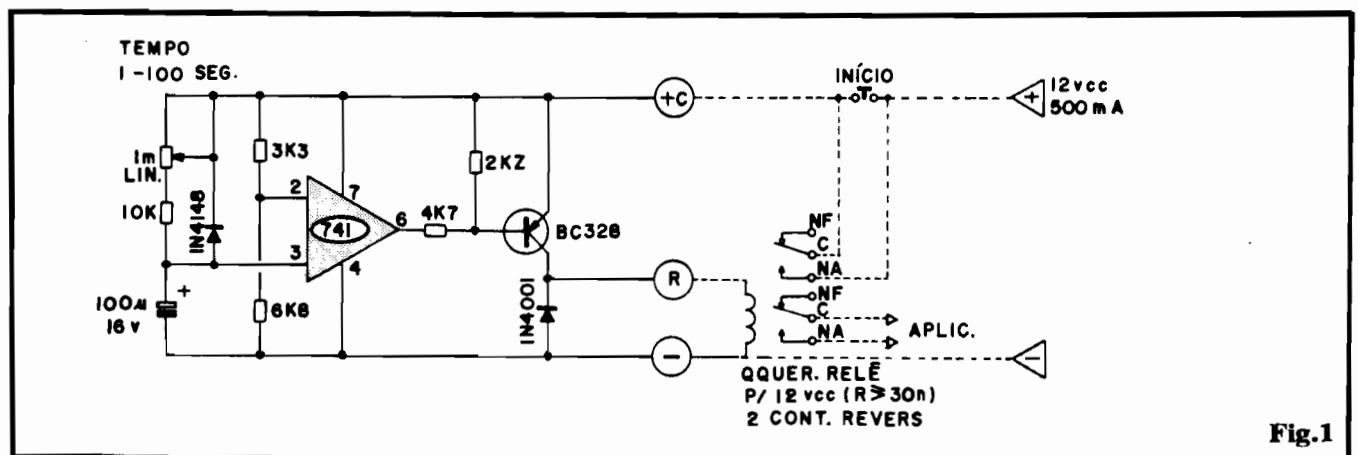
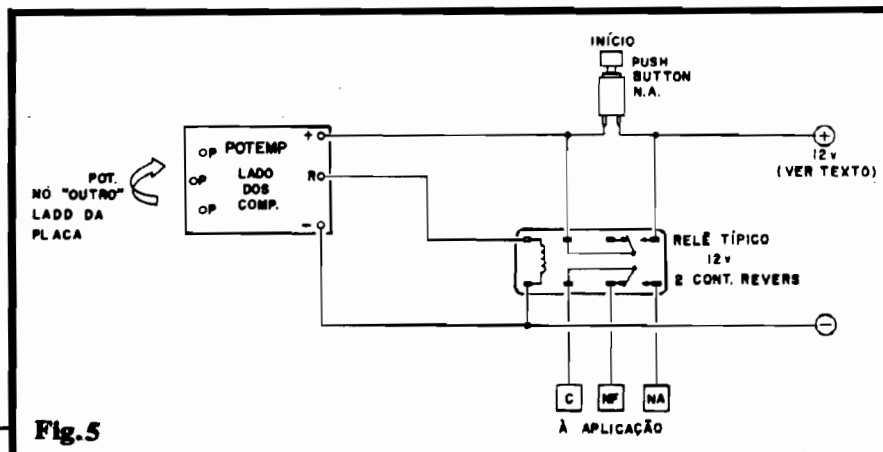

Fig.1
Fig. 5
- FIG. 1 - O CIRCUITO - No ângulo do circuito temos um Amplificador Operacional 741, "mandadíssimo" (barato e confiável...), trabalhando como comparador... Sua Entrada Inversora (pino 2) é mantida sob Tensão fixa, correspondendo a determinado percentual do valor geral da alimentação (12V nominais). Esse nível de referência é comparado pelo 741 com a Tensão aplicada à sua Entrada Não Inversora (pino 3). Esta, por sua vez, depende da carga assumida pelo capacitor eletrolítico (tipo tântalo, para boa estabilidade e precisão...) de 100u... A carga do dito capacitor se dá através do conjunto formado pelo resistor fixo de 10K e potenciômetro de 1M - linear, de modo que, através do ajuste dado ao ei-
- **FIG. 5 - DIAGRAMA DAS CONEXÕES EXTERNAS E INSTALAÇÃO** - Conforme deve ter ficado mais do que claro (revejam figuras anteriores, notadamente o esquema, na fig. 1) o módulo eletrônico do POTEMP apresenta apenas 3 conexões externas, a sa-
ber: (+) para o positivo da alimentação, via **push-button**, (R) para o relê, e (-) para o negativo da alimentação... Todas as outras conexões (em tracejado na fig. 1) correspondem a disposições totalmente externas ao circuito, conforme ilustra, com clareza, a fig. 5. Notem que a bobina do relê ficará "entre" o terminal "R" e "-" do módulo e observem ainda que - obrigatoriamente - os contatos C e NA de um dos conjuntos do relê utilizado, devem ser ligados a ambos os "lados" do próprio interruptor geral de "início" (**push-button**). As conexões gerais de alimentação são mais do que óbvias, restando ao instalador respeitar as polaridades. Finalmente, os contatos "livres" do relê, serão destinados à utilização final (controle da carga de Potência), nas conformidades da aplicação desejada. Quanto aos 12V da alimentação, conforme já foi mencionado, devem ser capazes de oferecer uma Corrente de até 500mA, para que tudo possa trabalhar com a devida "folga"... Na verdade, o circuito do POTEMP é tão pouco "fresco", que mesmo fontes sumárias (um transformador, dois diodos e um eletrolítico...) poderão, com segurança, energizar o circuito, sem grandes "galhos"... Como 12 VCC é uma Tensão quase que "standartizada" em equipamentos profissionais/industriais, em muitos casos será possível o "furto", puro e simples, da energia de alimentação do próprio maquinário a ser controlado, ou de linhas compartilhadas de alimentação já existentes...
lo/relê, conforme ilustram as figs. 1 e 5.